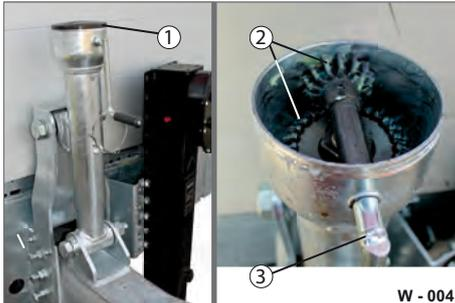

Abb. 4 Zugrohr-Höhenverstellung schmieren
- ▶ Deckel entfernen (Abb. 4/1).
- ▶ Zahnräder (Abb. 4/2) mit Fett schmieren.
- ▶ Mit der Kurbel (Abb. 4/3) die Höhenverstellung hoch und runter kurbeln - das Fett wird verteilt.